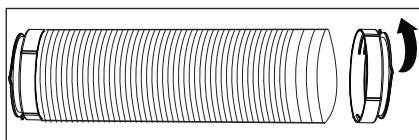

Fig. 6
3. Dra ut den andra sidan av slangen och skruva fast den i adapter B (Fig. 6).